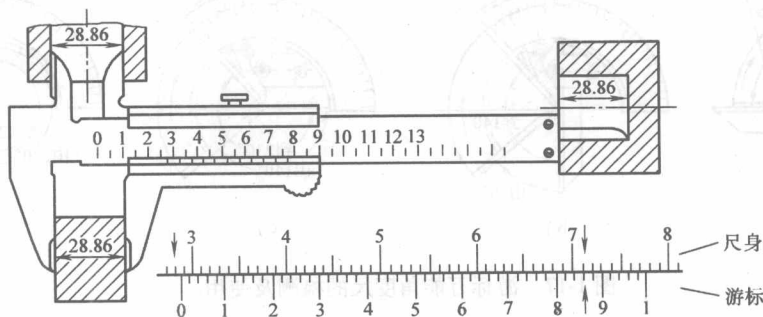

图 1-15 游标卡尺量值的读数
1) 读整数:游标零线左边尺身的第一条刻线是整数的毫米值,图 1-15 中为 28mm。
2) 读小数: 在游标上找出哪一条刻线与尺身刻线对齐, 在对齐处从游标尺上读出毫米数的小数值, 图 1-15 中为 0.86mm。